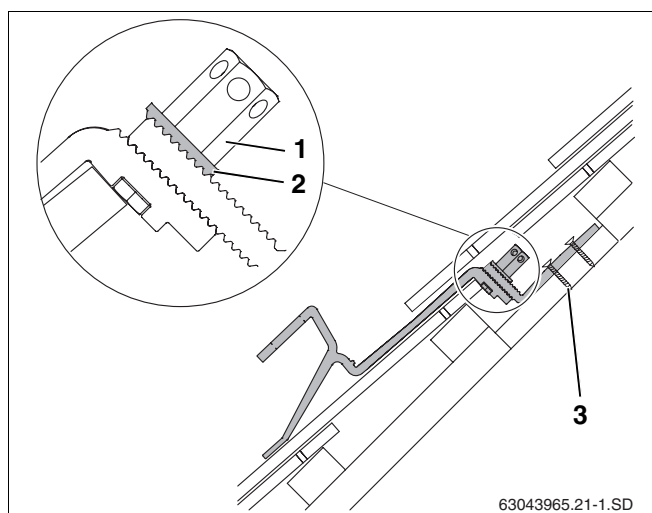

Fig. 19 Gancho de tejado montado – vista de la sección con parte inferior del gancho de tejado acortada
La arandela dentada (fig. 19, **pos. 2**) debe encajar en el lado dentado de la parte inferior del gancho para tejado.
- ▶ Apriete la tuerca hexagonal larga (fig. 19, **pos. 1**). Introduzca para ello la llave de tamaño 5 en el orificio de la tuerca hexagonal y gírela.
- ▶ Fije la parte inferior del gancho de tejado al cabrio o a la tabla/tablón como mínimo en el primer (fig. 19, **pos. 3**) y en el segundo orificio mediante tornillos adecuados.